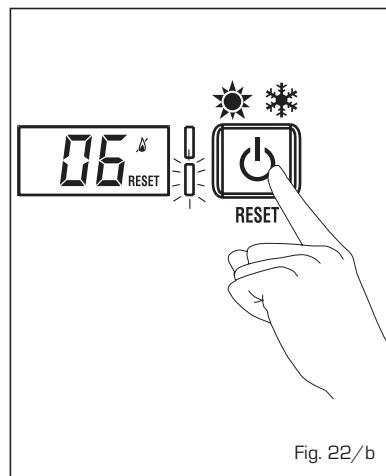

Fig. 22/b
- ANOMALIA FUNZIONE TERMOSTATO SICUREZZA "AL 07" (fig. 22/c)